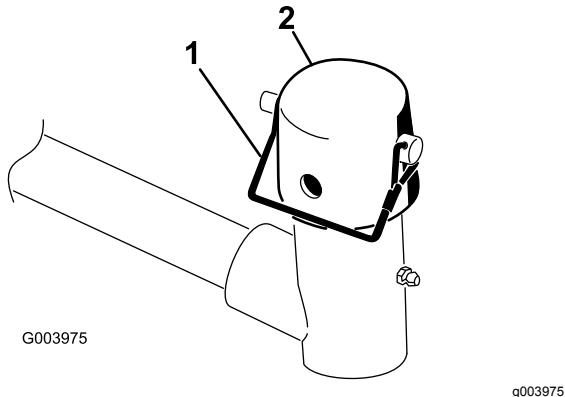

Figura 10
7. Retire el pasador de seguridad y el tapón de la horquilla de pivote del brazo de elevación (Figura 10).
11. Coloque el tapón sobre el eje del bastidor de tiro y la horquilla del brazo de elevación. Utilice la ranura si se desea una unidad de corte dirigible, y utilice el taladro si la unidad de corte va a quedar bloqueada en una posición fija (Figura 10).